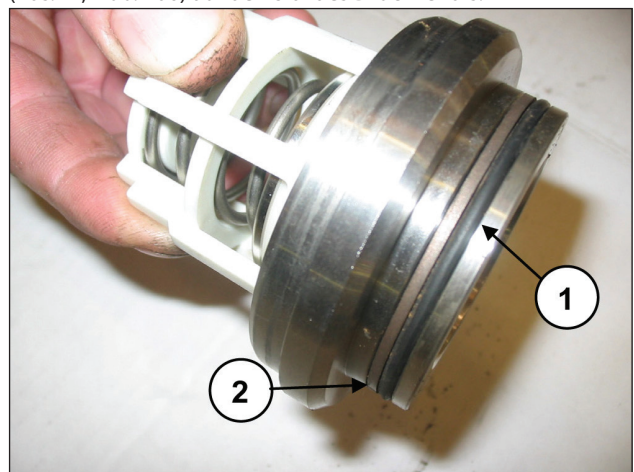

Abb. 106
Montieren Sie den O-Ring, Pos. 5 Explosionszeichnung (Pos. ①, Abb. 106) und den Stützring, Pos. 15 Explosionszeichnung (Pos. ②, Abb. 106) auf den Sitz des Druckventils.